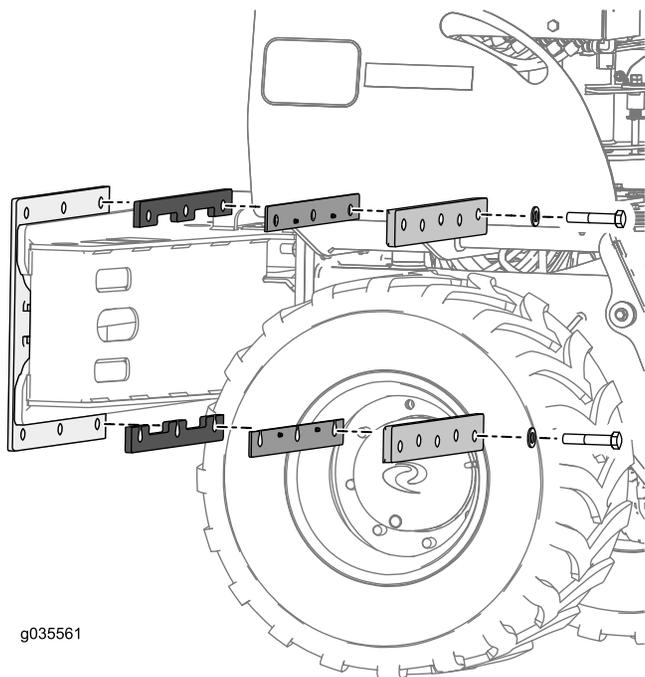

図4
7. スライドマウントプレートに上下のスペーサプレートを取り付けるボルト (3/4 x 4 インチ) 2本とワッシャ2枚を使用して図4のように取り付ける。